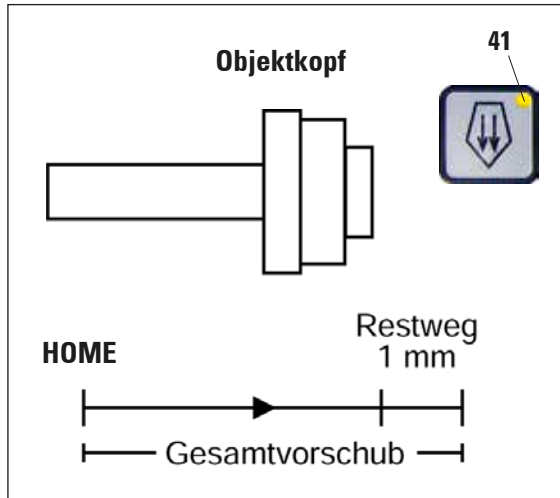

Abb. 18
- Objektkopf durch Drehen des Handrades auf halbe Höhe des vertikalen Hubes stellen (Abb. 18).